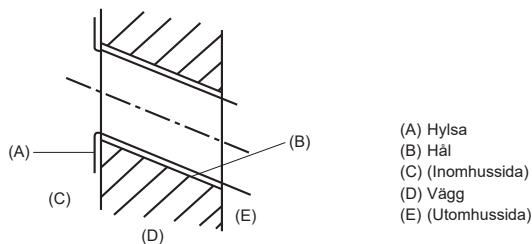

Fig. 3-3
- (B) Inomhusenhet
- (C) Nedre vänster bakre rörhål (ø75-ø80)
- (D) Nedre höger bakre rörhål (ø75-ø80)
- (E) Anvisningshål för vänster bakre hål (75 x 480)
- (F) Skruvhål (4-ø9-hål)
- (G) Centrummåthål (ø2,5-hål)
- (H) Tappplugg (75-ø5,1-hål)
- (I) Mittpunkt för hål
- (J) Rikta in måttstocken efter linjen.
- (K) För in måttstock.
3.2.2. Borring av rörledningshål (Fig. 3-3)